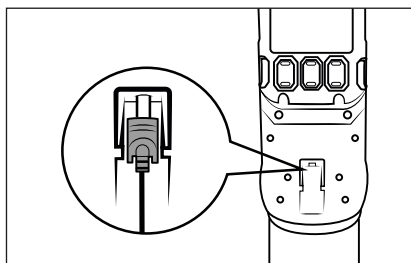

Fig. 8
- Aspiratorul poate fi încărcat și direct prin intermediul adaptorului de rețea **10**. Pentru aceasta, scoateți conectorul-tată **11** din suportul pentru perete **18** printr-o mișcare ușoară de rotire și introduceți-l în mufa **3** de la aparat (a se vedea fig. 8).